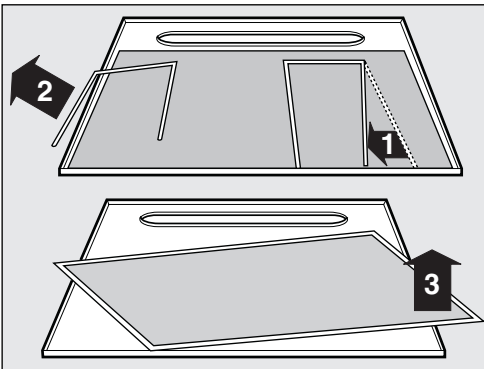

Fig. 9
- ❑ Retirar el muelle de alambre y la esterilla de papel, fig. 9.